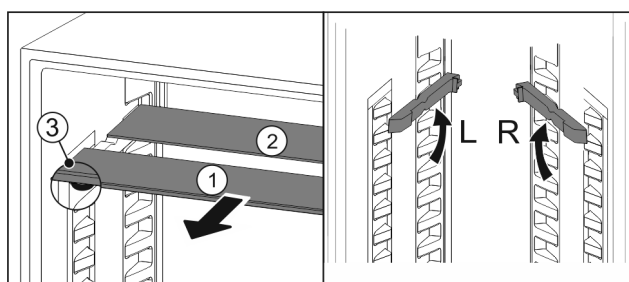

Fig. 127
- ▶ Træk glaspladerne ud enkeltvis fremad Fig. 127 (1).
- ▶ Glaspladen Fig. 127 (1) med pyntelisten ligger foran.
- ▶ Stoppene Fig. 127 (3) peger nedad.